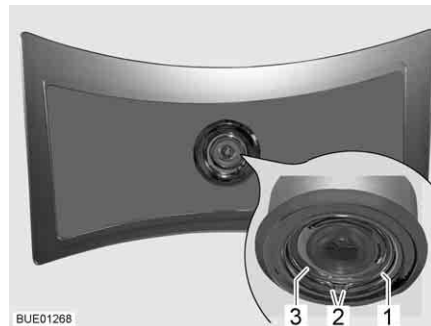

Fig. 201 Plafonnier
- Presser la rondelle élastique (Fig. 201,1) par ses deux extrémités (Fig. 201,2) et la retirer.
- Extraire le boîtier (Fig. 201,3) avec la DEL de la lampe.